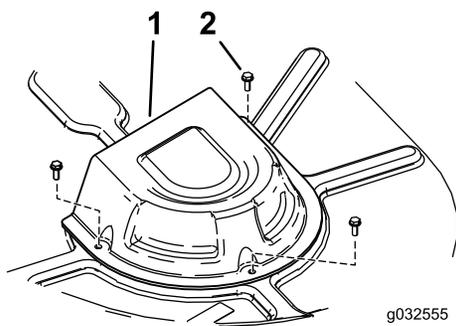

Figure 46
4. Déposez les couvercles de poulie (Figure 46).